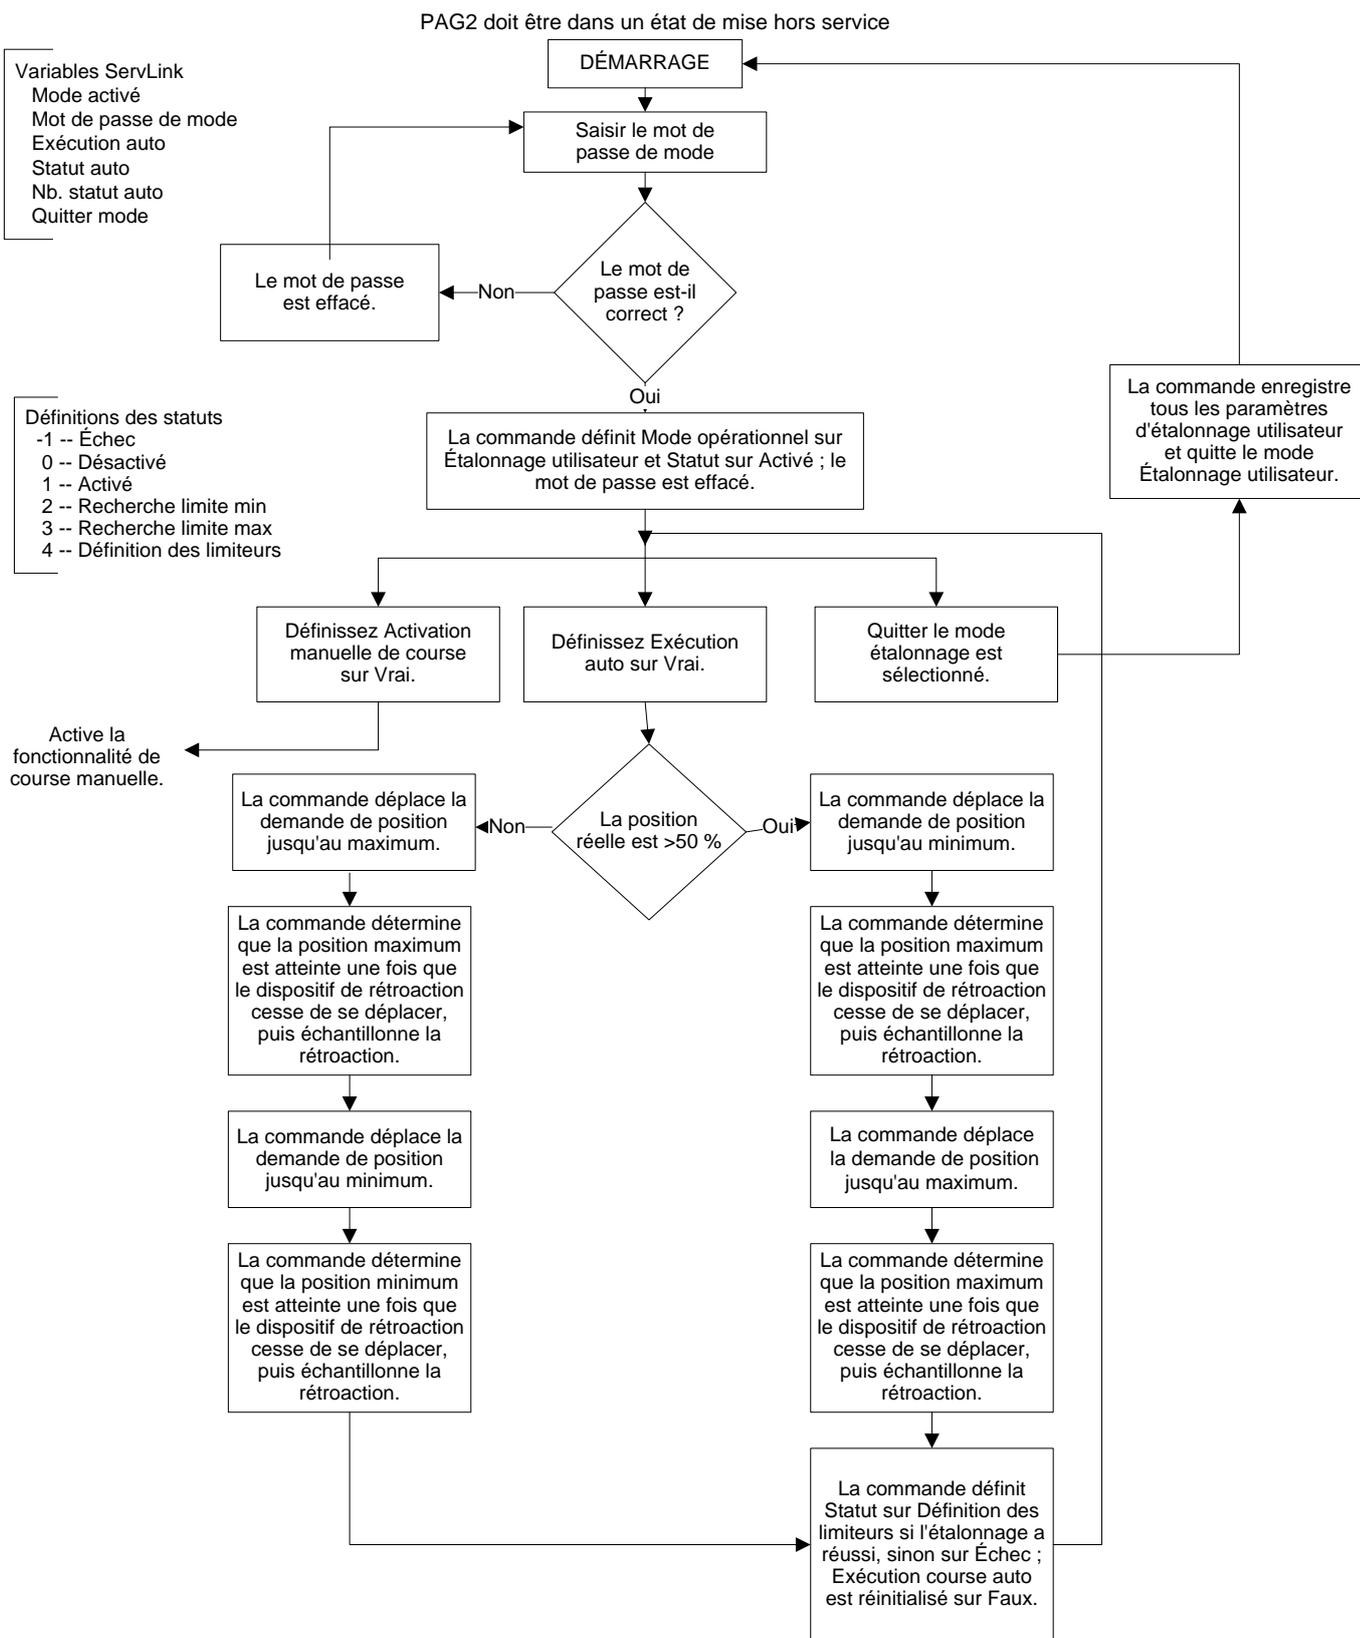

Figure 9-7. Diagramme de fonctionnement en mode course auto
Pour passer en mode Étalonnage utilisateur, l'unité doit être mise hors service et un mot de passe doit être saisi. Pour un aperçu de l'étalonnage utilisateur, reportez-vous aux diagrammes de fonctionnement joints (Figure 9-7 et 9-8).
6. Sélectionnez le mode d'étalonnage désiré. Il existe 2 modes, un mode de course manuel et un mode automatique. Reportez-vous aux Figures 9-7 et 9-8. Si le mode Auto est sélectionné, les étapes 7 à 11 sont automatiquement exécutées sans exiger de saisie utilisateur. Le mode Auto est activé en mettant Exécution auto sur Vrai.